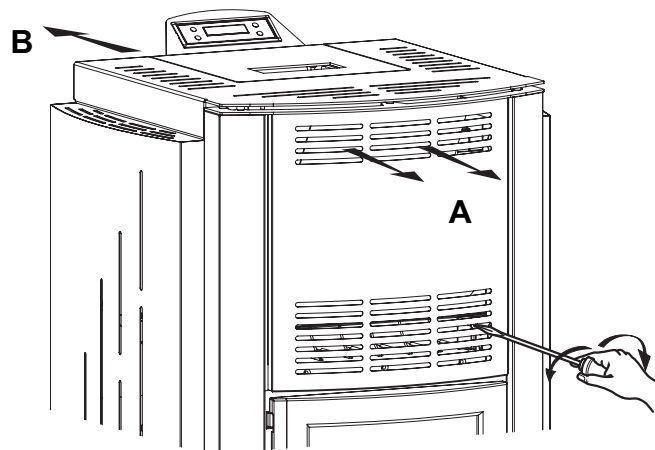

Fig.14.1
Une est celle de chauffage de la pièce où est installé le poêle Fig.14.1 (A), via les grilles frontales ou supérieures (selon le modèle). L'autre est celle qui permet de chauffer aussi des pièces distantes du poêle Fig.14.1 (B) en prédisposant une canalisation d'acheminement du flux d'air.